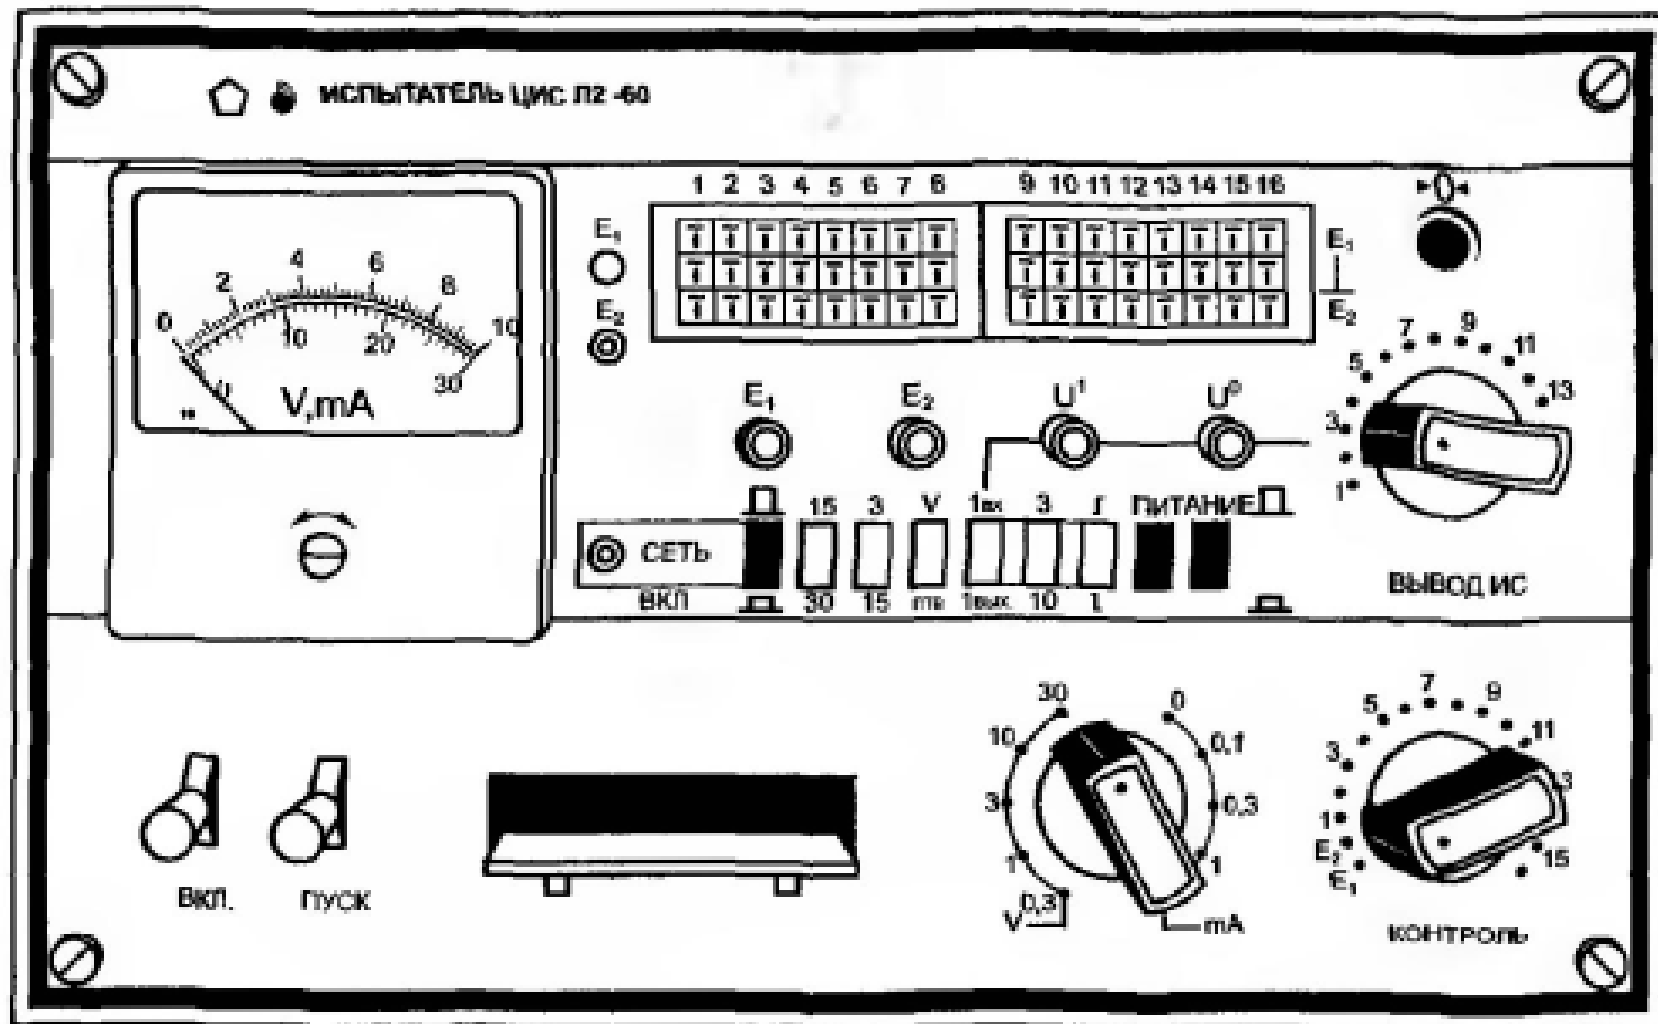

Рис. 8.5. Лицевая панель прибора Л2-60
**8.11.** Определить полное название прибора Л2-60, изображение лицевой панели которого представлено на рис. 8.5.
- 8.12.** Определить по лицевой панели прибора Л2-60 (см. рис. 8.5) следующие диапазоны: